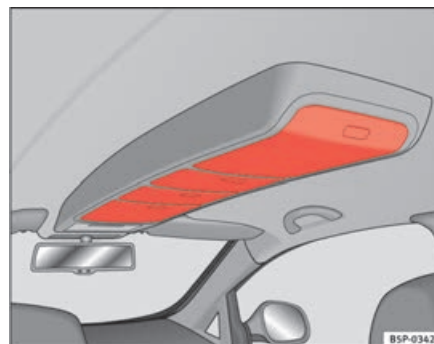

Fig. 105 Vano portaoggetti nel tettuccio
- Per aprire questi vani, premere sul pulsante del coperchio, ⇒ **fig. 105**. Il coperchio si apre in modo automatico.